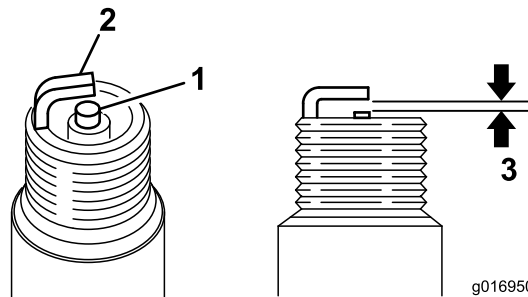

Рисунок 35
3. Установите воздушный зазор, равный 0,6-0,7 мм (Рисунок 35). Вверните свечу зажигания с надлежащим зазором и надежно затяните ее моментом 23 Н•м.